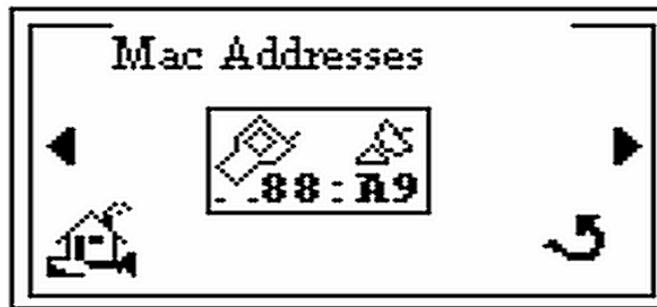

Abbildung 2-31 MAC-Adress-Bildschirm
6. Drücken von  und der *MAC-Adress*-Bildschirm erscheint (Abbildung 2-31).
8. Drücken von **Enter** und der *MAC-Adress*-Bildschirm erscheint erneut (Abbildung 2-31).